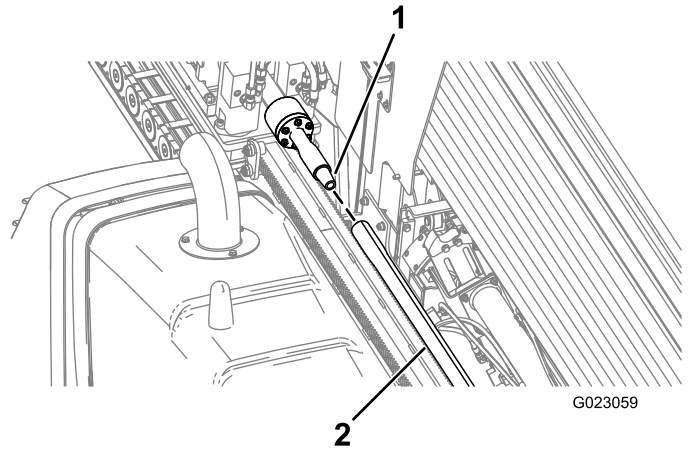

Figura 85
6. Gire el husillo de perforación en sentido horario y mueva el carro lentamente hacia adelante para introducir el husillo en el extremo hembra del tubo (Figura 85).
9. Gire el husillo de perforación en sentido horario y mueva el carro lentamente hacia adelante para introducir el husillo en el extremo hembra del tubo (Figura 85).